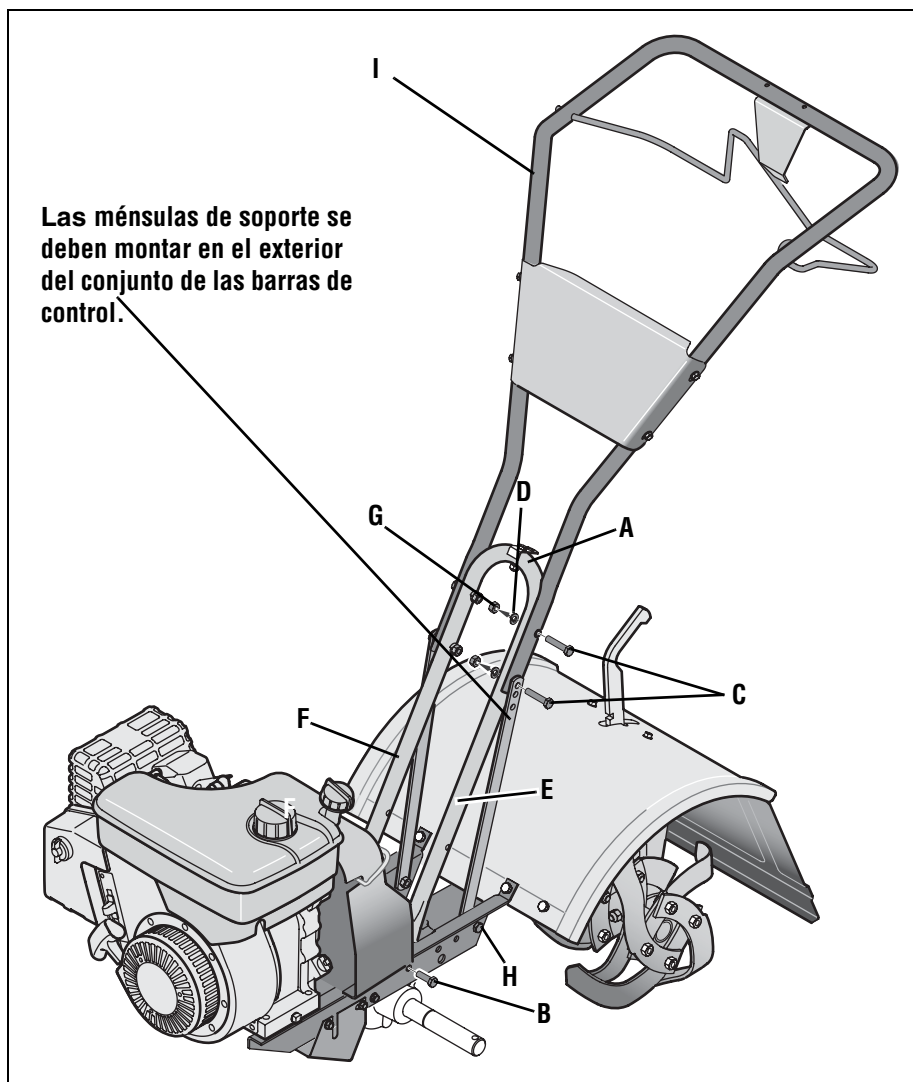

Fig. 2.2: Una la barra de control.
1	Soporte de las barras de control (vea A, Fig. 2-2)
1	Montaje de las barras de control (vea K, Fig. 2-2) Contenido de la bolsa de elementos de ferretería:
1. Una las patas de soporte de las barras de control, sin ajustar, (A, Fig. 2-2) a los lados interiores de la estructura de la cultivadora con dos tornillos de cabeza hexagonal de 3/8"-16 x 3/4" (B), arandelas
2. Con dos tornillos de 5/16"-18 x 1-1/2" (C), arandelas de seguridad hendidas de 5/16" (D) y tuercas hexagonales de 5/16"-18 (G), una el soporte de las barras de control, sin ajustar, (A) usando los orificios superiores. Apriete los dos tornillos con firmeza.
3. Hay tres orificios de ajuste de la altura en las dos ménsulas de soporte de las barras de control (E y F, Fig. 2-2). Use una configuración que posicione las barras de control aproximadamente al nivel de la cintura cuando los dientes se encuentran aproximadamente 3"-4" dentro del suelo. Una las ménsulas de soporte, sin ajustar, **al exterior del** conjunto de las barras de control (I) usando dos tornillos de 5/16"-18 x 1-1/2" (G), arandelas de seguridad hendidas de 5/16" (D) y tuercas hexagonales de 5/16"-18 (G). **NOTA:** Si una ménsula de soporte no se mueve, afloje el tornillo (H) y la tuerca de sujeción.